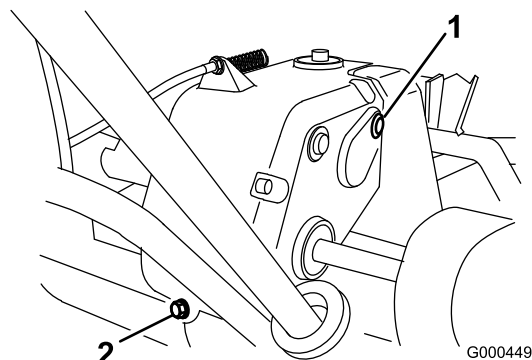

Figura 29
2. Retire a válvula de verificação/enchimento do lado direito da transmissão (Figura 29).